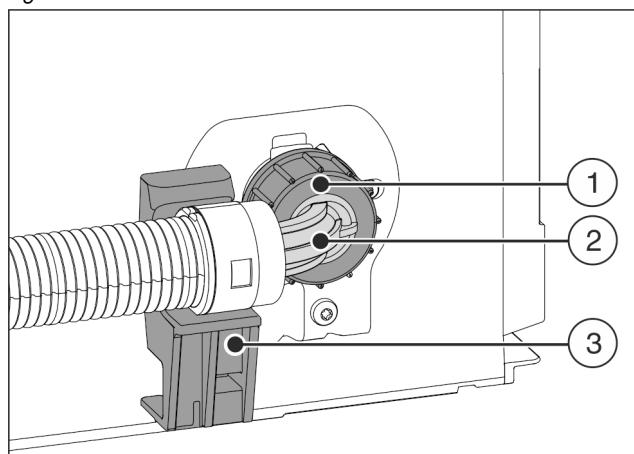

Fig. 9
- Pozicionirajte savijen završetak crijeva Fig. 9 (2) vodo-ravno na držać Fig. 9 (3) i držite ga.
- Maticu Fig. 9 (1) rukom zavrnite na navoj tako da je osiguran čvrst, siguran spoj.